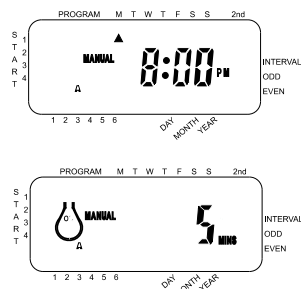

Ilustración 13: Riego manual de la estación 3 por cinco minutos.
- Para pasar por alto una estación, oprima SIGUIENTE hasta que el cursor esté intermitente sobre el número de estación que desee programar. Por ejemplo, para fijar la estación 3 por cinco minutos, oprima la tecla MANUAL, luego oprima cinco veces la tecla SIGUIENTE para seleccionar el modo de operación manual y avanzar hasta el riego para la estación 3; usando la tecla + o la -, fije en cinco minutos la duración del riego manual, luego oprima ENTRADA [Vea la ilustración 13].